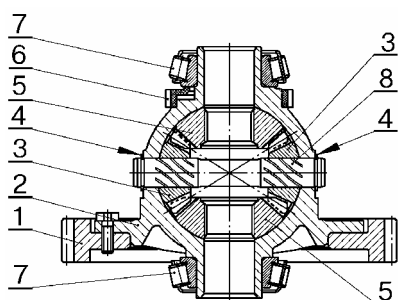

Рис.3.
- снять стопорные кольца 4, рис.3, оси сателлитов (щипцы разжимные для стопорных колец, отвертка плоская);